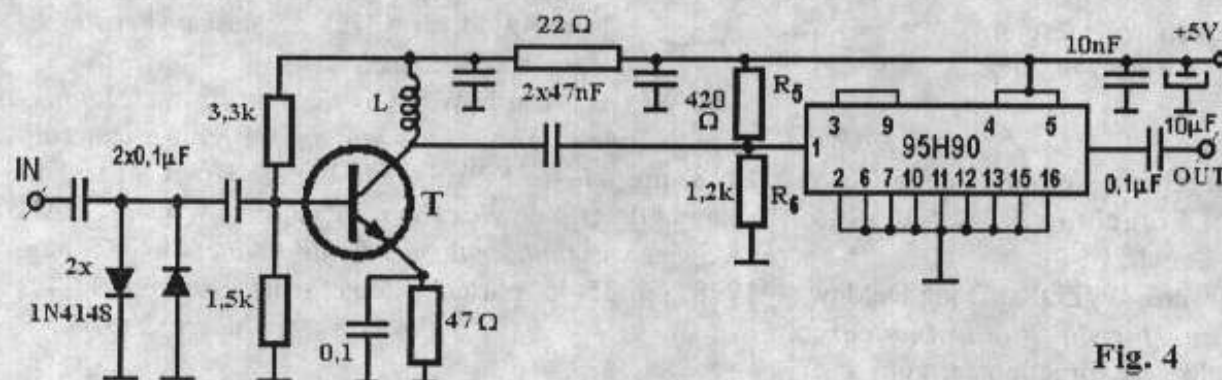

Fig. 4
A. Utilizarea circuitului integrat 95H90 – divizor cu 10, circuitul este realizat după tehnologia ECL și are o frecvență de lucru de 10 ori mai mare decât a circuitelor TTL (250 – 300MHz) dar consumă un curent de circa 100 mA. Frecvențmetrul prezentat utilizează pe plăcuța de divizoare circuitul 95H90, schema electrică este prezentată în fig.4 și în fig.9 este prezentat cablajul.